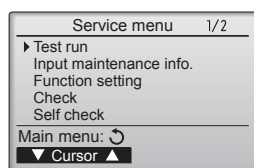

Fig. 6-3
- ③ Wählen Sie "Test run" (Testlauf) mit der Taste  oder , und drücken Sie die dann die Taste . (Fig. 6-3)